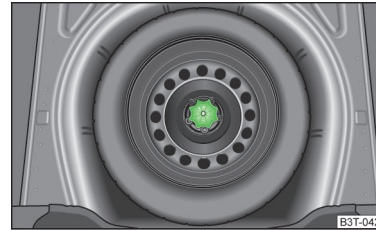

Abb. 143
Das Rad befindet sich in einer Mulde unter dem Bodenbelag im Gepäckraum und ist mit einer Spezialmutter befestigt » Abb. 143.
- Die Mutter » Abb. 143 entgegen dem Uhrzeigersinn herausschrauben.
- Die Mutter » Abb. 143 im Uhrzeigersinn einschrauben, bis das Rad sicher befestigt ist.